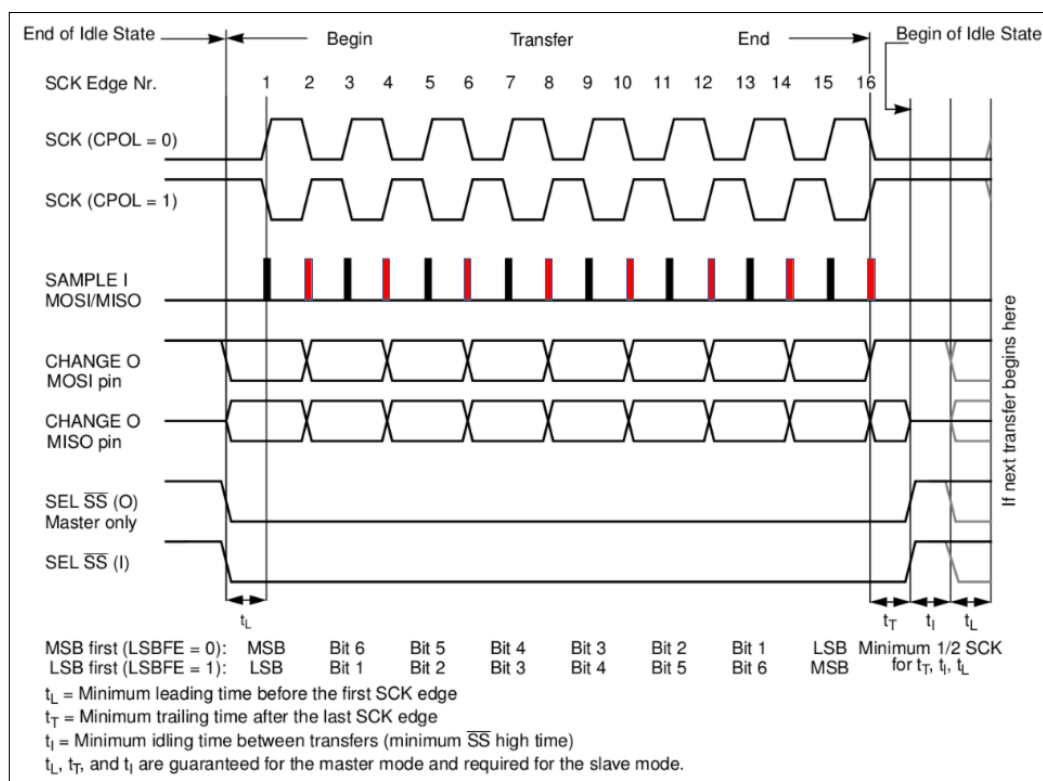
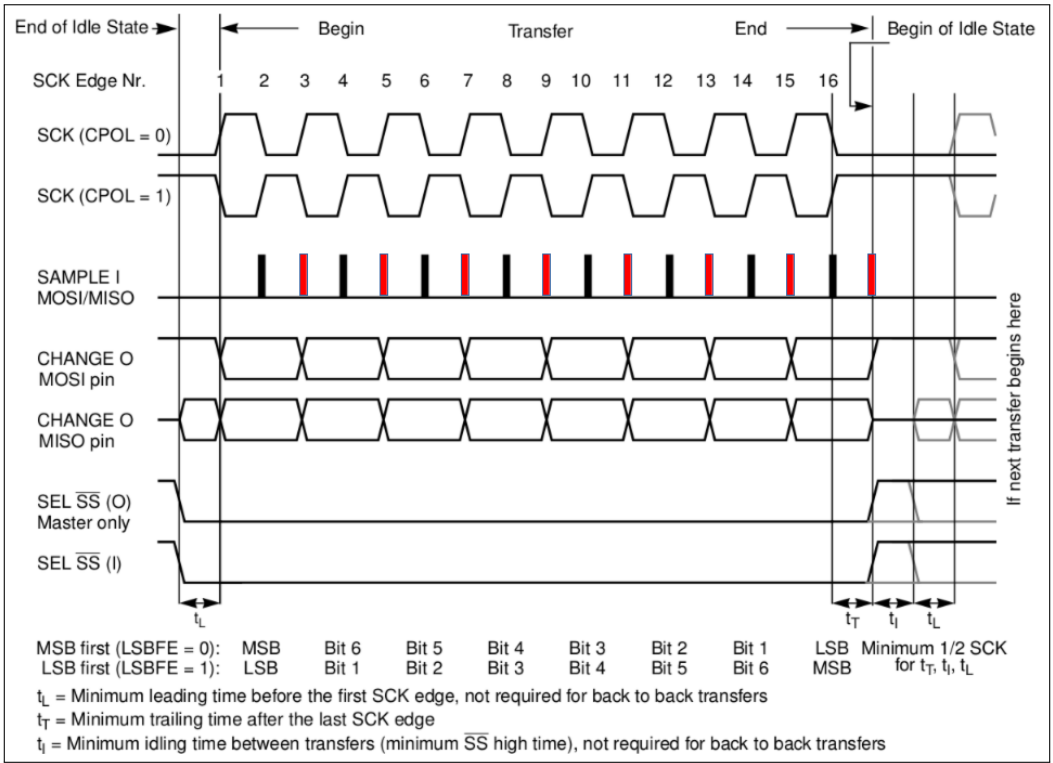

图 33.7-1. SPI 时钟模式 0 和时钟模式 2
图 33.7-2. SPI 时钟模式 1 和时钟模式 3
SPI 协议支持四种时钟模式, 即模式 0~3, 见图 33.7-1 和图 33.7-2。
- 在主机模式下，默认采用延后半拍 `SPI_CLK` 的时序补偿方案，如图 33.7-1 和图 33.7-2 所示；也可通过配置寄存器切换为标准采样模式。